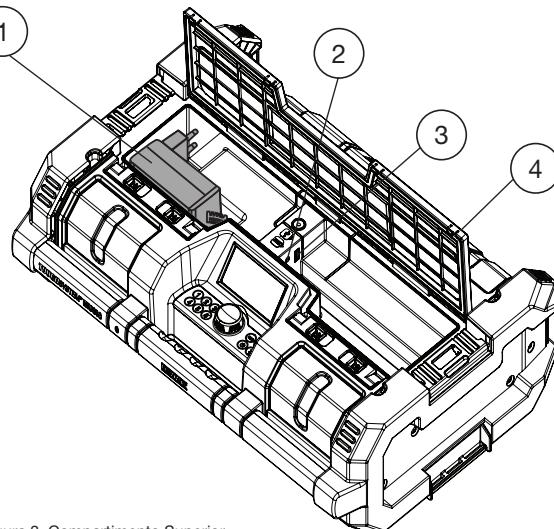

Figura 3. Compartimento Superior
1. Abra el compartimiento superior para sacar el adaptador de corriente AC/DC (ver la Figura 1 y la Figura 3).